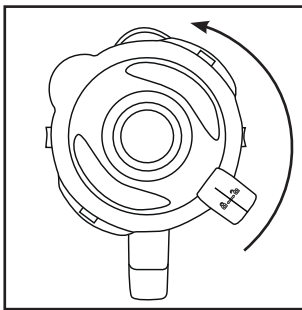
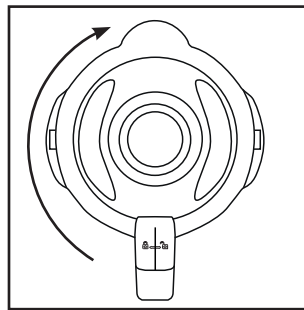

Abb.1
Abb.2
- 1) Drehen Sie den Mixaufsatz ③ gegen den Uhrzeigersinn bis der Pfeil ▼ unter dem Griff des Mixaufsatzes über der Position ↷ steht. Nehmen Sie den Mixaufsatz ③ gerade nach oben vom Motorblock ⑥ ab.
- 2) Entfernen Sie den Deckel ②, indem Sie ihn so weit gegen den Uhrzeigersinn Richtung Position ↷ drehen (siehe Abb. 1), bis Sie ihn nach oben abziehen können.
- 3) Befüllen Sie den Mixaufsatz ③.
- 4) Drücken Sie den Deckel ② versetzt wieder fest auf den Mixaufsatz ③ auf. Schließen Sie den Deckel ②, indem Sie ihn im Uhrzeigersinn in die Position ↻ drehen, bis er hörbar einrastet (siehe Abb. 2). Achten Sie darauf, dass die Ausgießnase am Mixaufsatz ③ verschlossen ist. Nur wenn der Deckel ② bündig aufgesetzt ist, kann der Motor starten.